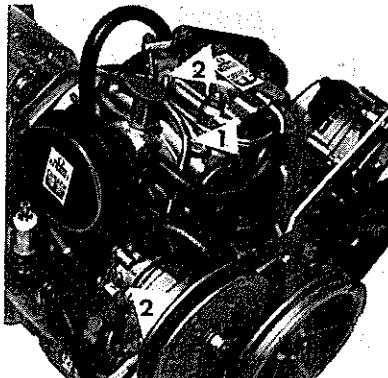

Fig. 21
- Dévisser les écrous raccord 2 du tube d'injection 1 Fig. 21.
- Remove connector nuts 2 from injector tube 1 Fig. 21